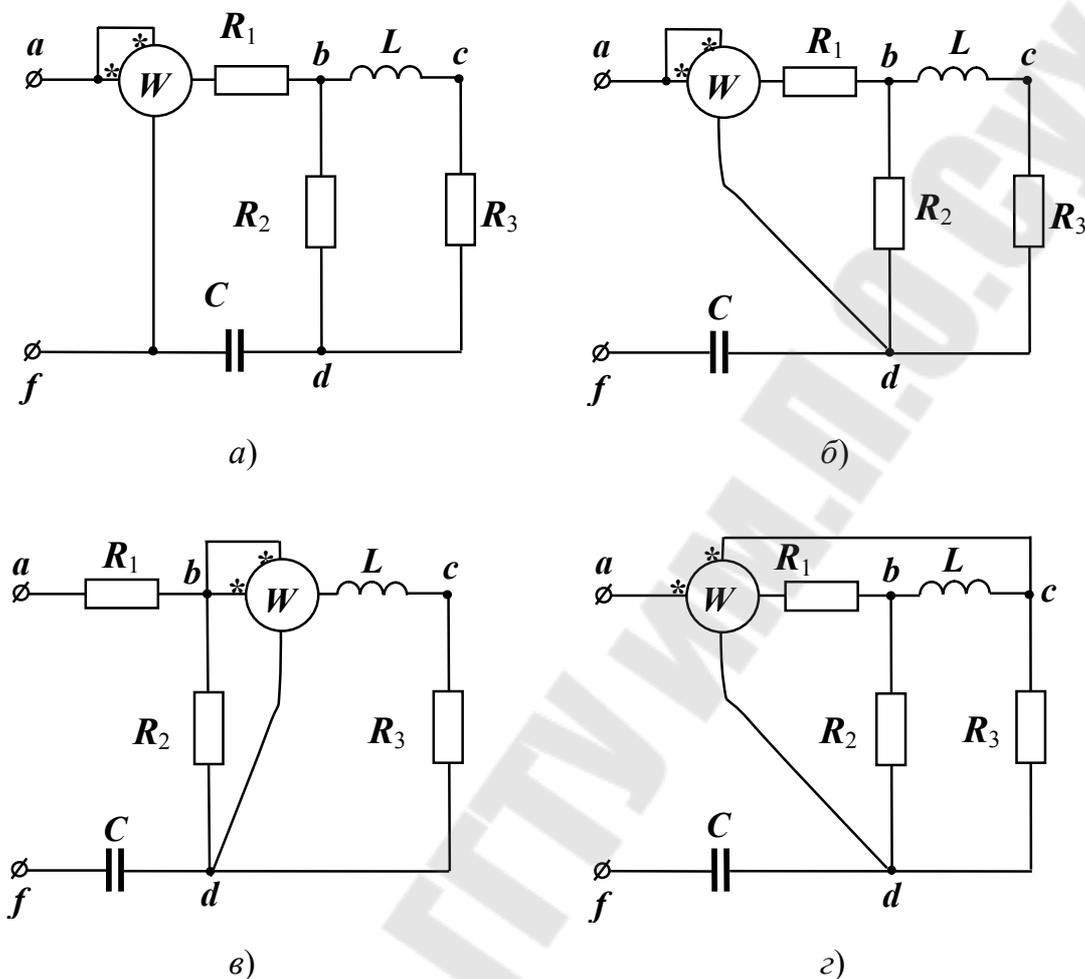

Рис. 6.2
Включение ваттметра для измерения активной мощности в цепях переменного тока производится аналогично (рис. 6.2).
Следует учитывать, что показание ваттметра не всегда имеет физический смысл. Например, лишены смысла будут показания ваттметра, включенного по схеме рис. 6.2, г: в этом случае участок цепи, на котором присоединен ваттметр, не может рассматриваться как двухполюсник.
3. Произвести измерение мощности в цепях, изображенных на рис. 6.2, *а–в*. Результаты измерений занести в табл. 6.2. По известным номинальным значениям R_1, R_2, R_3, L и C рассчитать активную мощность при включениях ваттметра по схемам 6.2, *а–в* и сравнить с результатами соответствующих измерений.